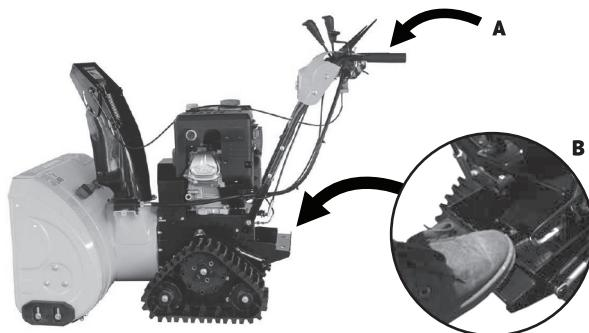

Рис. 18
- Поставьте ногу на педаль и нажмите на неё. (рис.18, **B**).
- Нажмите обеими руками (сверху вниз) на рукоятки панели оператора (рис.18, **A**) приподнимая, таким образом, корпус шнека снегоуборщика.